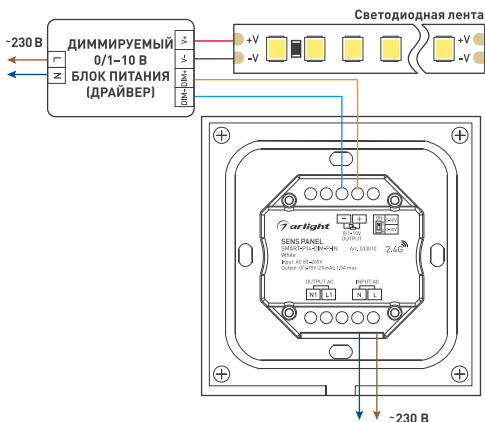

Рис. 1. Схема подключения панели SMART-P14-DIM-P-IN White без использования выхода AC OUT (режим 0–10 В)
- 3.2. Подключите контроллер согласно схеме на рис. 1 или 2.